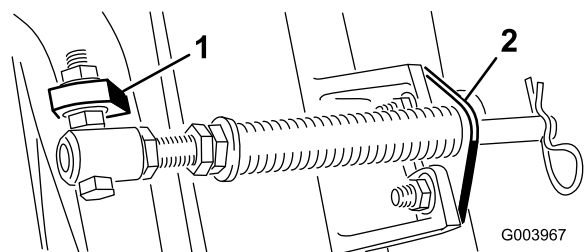

図 6
D. カッティングユニットのタブにロッドブラケットを取り付け、キャリッジボルト2本とナットで固定する（図 6）。
- C. スプリングチューブのボルトを、反対側のキャリアフレームのタブに取り付け、フランジナットで固定する。図 6に示すように、ボルトの頭部がタブの外側を向くように取り付けること。